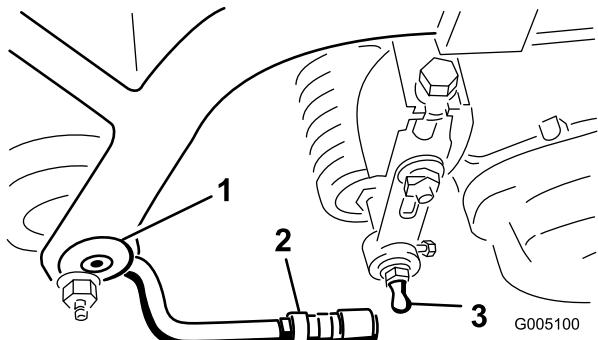

Figura 11
2. Monte una arandela y un espárrago con bola en cada extremo del rodillo delantero de las unidades de corte (Figura 11).
- Tire hacia atrás del manguito que cubre la junta de rótula, y gire hacia abajo el brazo de tiro hasta que la rótula encaje sobre la bola del espárrago. Suelte el manguito para que pueda deslizarse sobre el espárrago, afianzando el conjunto (Figura 11).